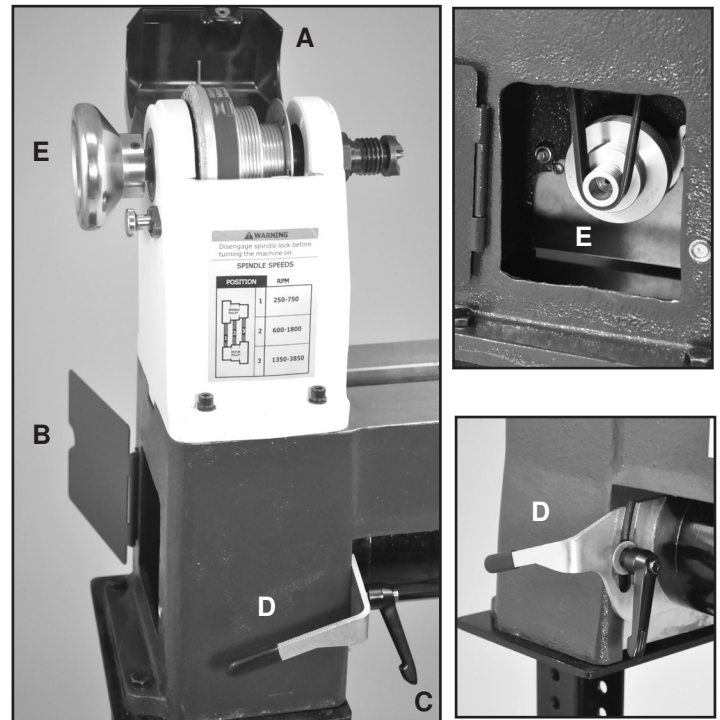

FIG. 10
3. Ouvrez le capot de la poupée fixe (#35, Fig. 10, A) et la porte d'accès de la base du tour à gauche (#8, B) pour accéder à la courroie et aux poulies à l'intérieur.